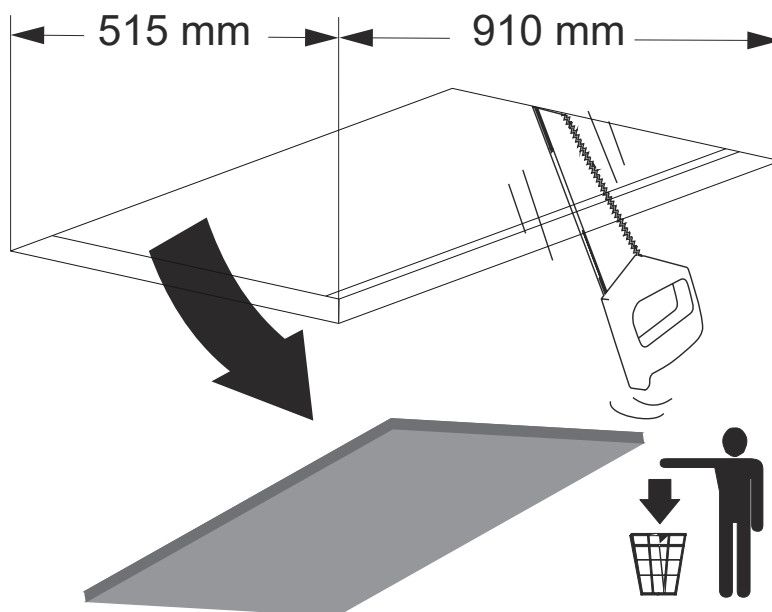

Fig. 14
3. Løftet eller materialet emhætten monteres i skal skæres med oplyste mål (Fig. 14).